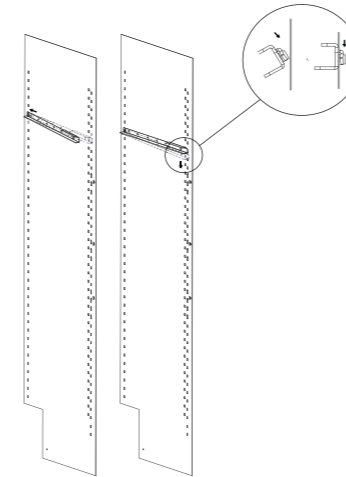
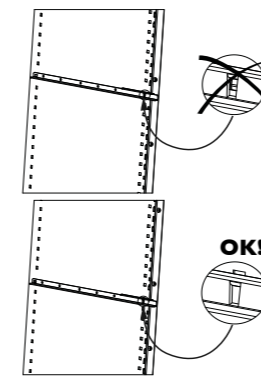

Abbildung 1
Abbildung 2
Um Ihren Klimaschrank abzusichern, besitzen alle Türen ein Schloss. Den Schlüssel für diese Art Schloss (Abb. 2) finden Sie in Ihrem Zubehörtäschchen.
1. Setzen Sie in die hierfür vorgesehenen Stangen 2 Führungsschienen ein. Platzieren Sie für jedes Regal eine Führungsschiene rechts und eine Führungsschiene links (siehe Abbildung 1). Achten Sie darauf, die Führungsschienen an ihrem Platz festzuklipsen (siehe Abbildung 2).
1. Setzen Sie in die hierfür vorgesehenen Stangen 2 Führungsschienen ein. Platzieren Sie für jedes Regal eine Führungsschiene rechts und eine Führungsschiene links. (siehe Abbildung 1 und 2).
1. Setzen Sie in die hierfür vorgesehenen Stangen 2 Führungsschienen ein. Platzieren Sie für jedes Regal eine Führungsschiene rechts und eine Führungsschiene links (siehe Abbildung 1 und 2).